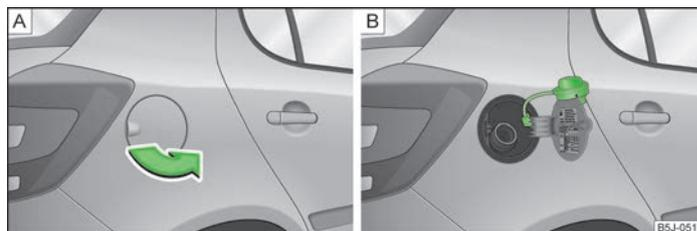

Abb. 115 Fahrzeugseite hinten rechts: Tankklappe / Tankklappe mit aufgeschraubtem Verschluss
Auf der Innenseite der Tankklappe sind die richtigen Kraftstoffarten für Ihr Fahrzeug, sowie die Reifengröße und der Reifenfülldruck angegeben » Abb. 115 auf Seite 138 - B.
- Die Tankklappe mit der Hand aufklappen » Abb. 115 - A.
- Den Tankverschluss links herum herausdrehen und von oben auf die Tankklappe stecken » Abb. 115 - B.